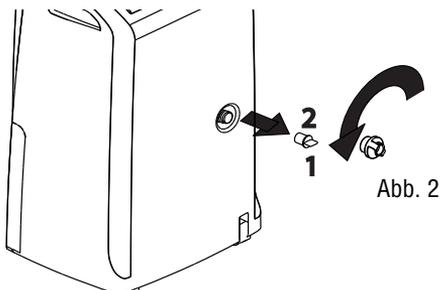

Abb. 2
- 1) Drehen Sie den Schutzdeckel 1 gegen die Uhrzeigerrichtung auf und nehmen Sie den Gummistöpsel von der Abflussöffnung 2 (Abb. 2).